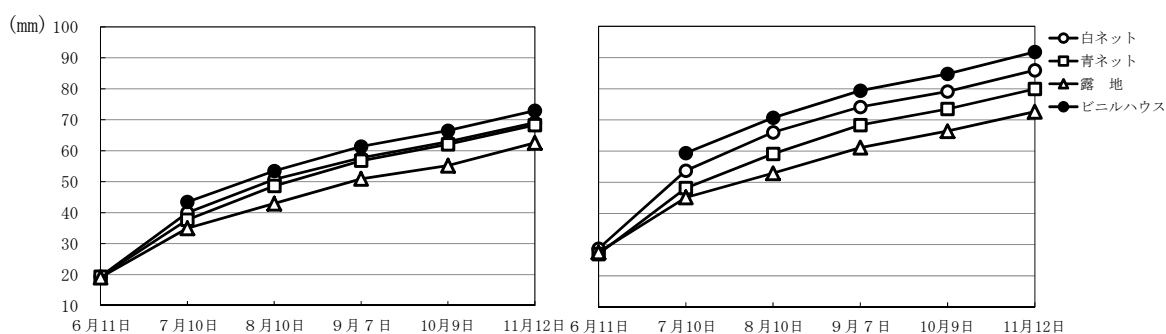

図1 各試験区の果実肥大(左:横径 右:縦径)
2. 果実の肥大は、横・縦径ともに白ネット、青ネット、露地の順に値が大きく、白ネットの果実径がビニルハウスの直植えに近い値を示した(図1)。